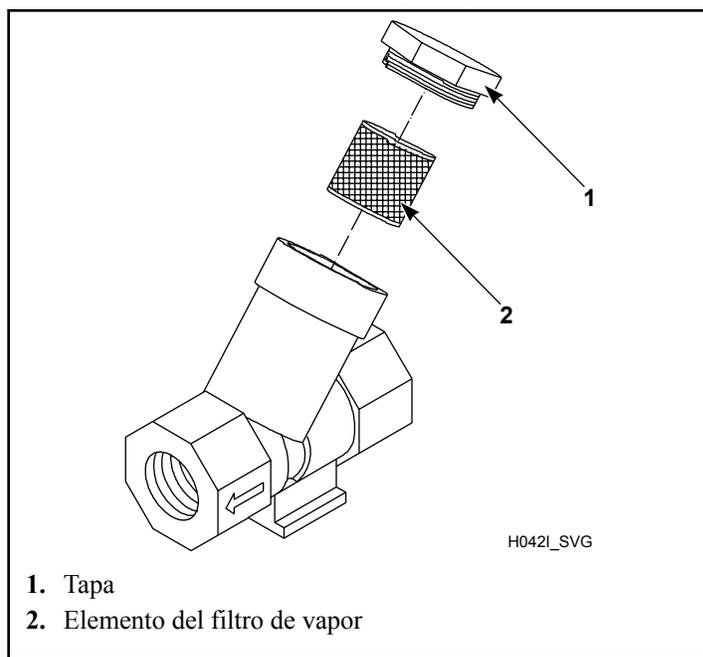

Figura 52
3. Si corresponde, limpie el filtro de vapor suministrado por el cliente. Consulte la *Figura 52*.